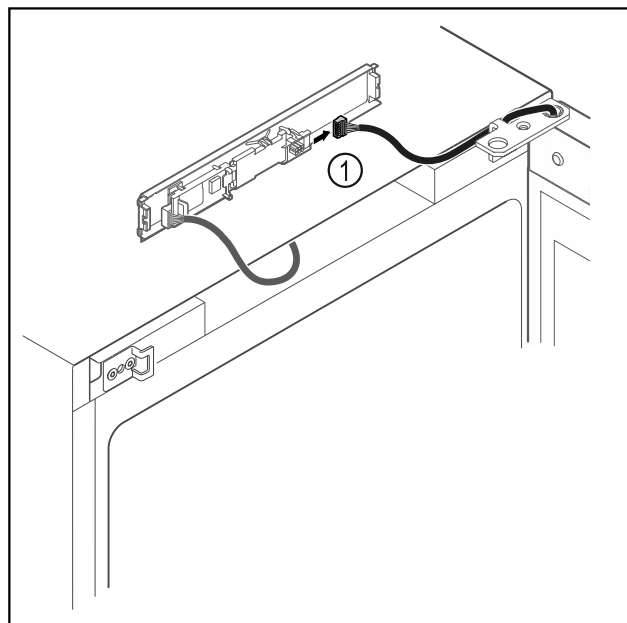

Fig. 18
- Vytáhněte zástrčku Fig. 18 (1) z desky.